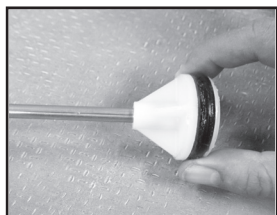

Figura 8
3. Inspeccione la junta tórica. Si está gastada o dañada, sáquela y reemplácela. Lubrique la junta tórica con gel de petróleo. **(Vea la Figura 8)**